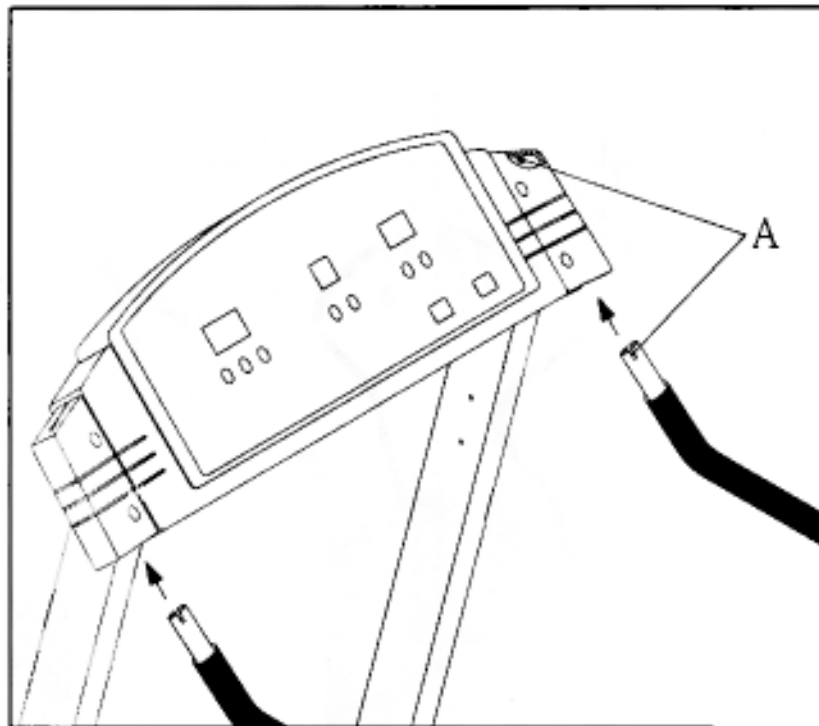

Fig.5
7. Zorg ervoor dat de inkeping van de handvatten past in het daar voor ontworpen profiel (zie Fig. 5).